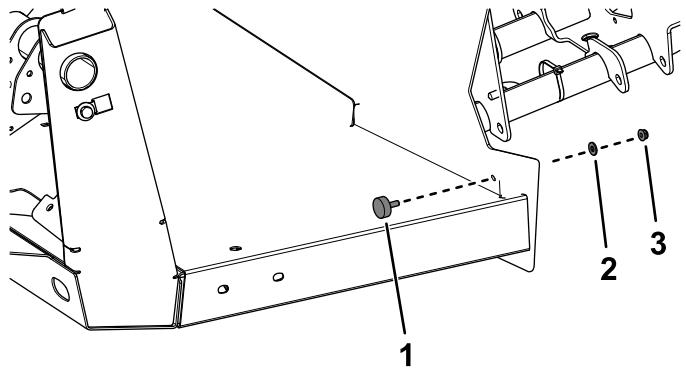

図 24
- 5. ゴム製バンパーを取り付けるそれぞれの側に、ワッシャ 1 枚とフランジナット $\frac{1}{4}$ " 1 個を使用する図 24。